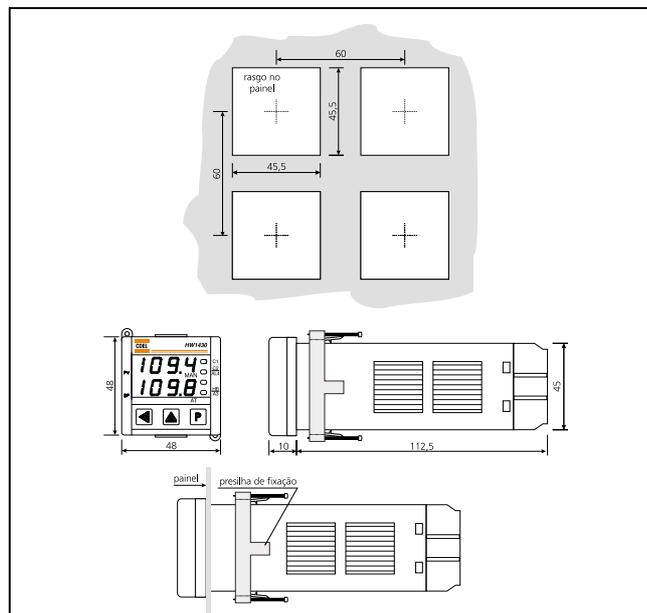

Figura 1
1. Faça o rasgo no painel, conforme dimensões indicadas na figura 1;